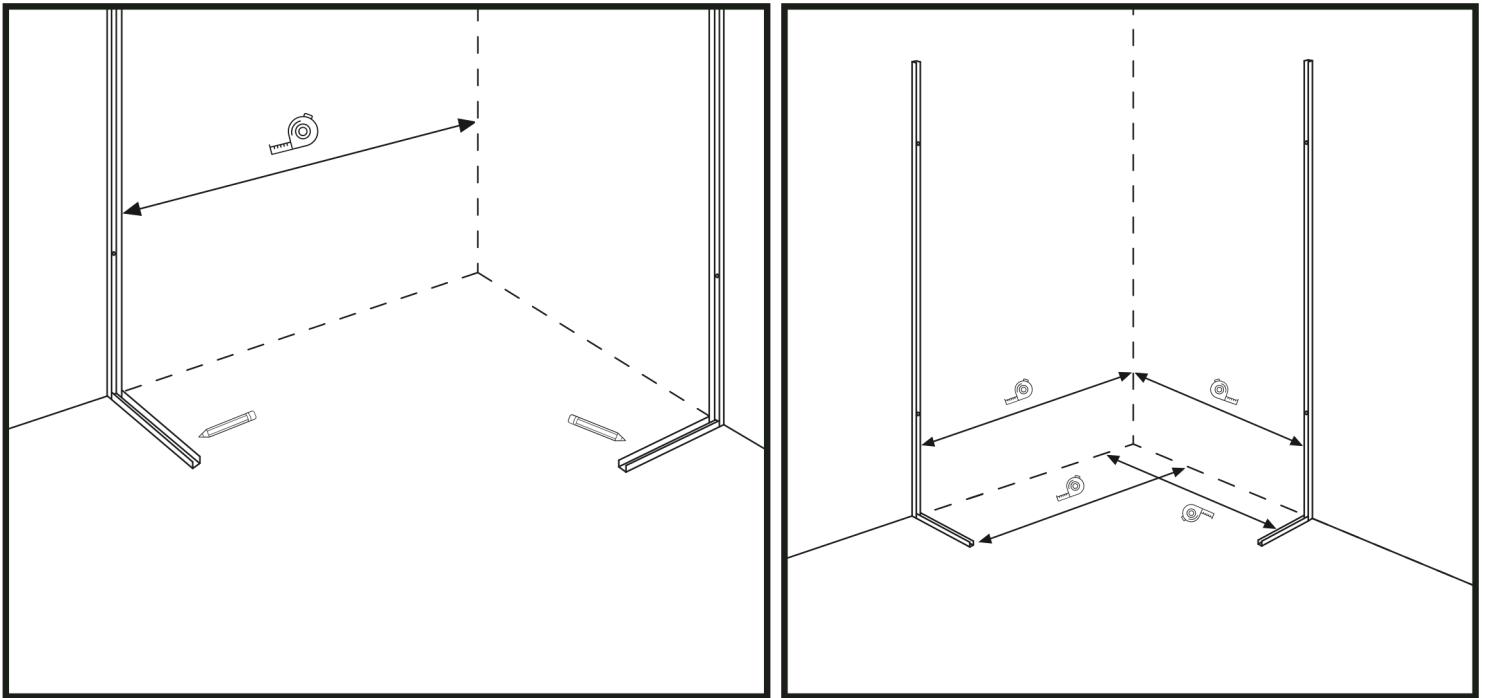

Abbildung 1
1. Montieren Sie zunächst die feststehenden Glasscheiben mit der U-Leiste, also die kleineren Teile der Duschecke, zusammen mit den Teleskopstangen. (Abbildung 1)